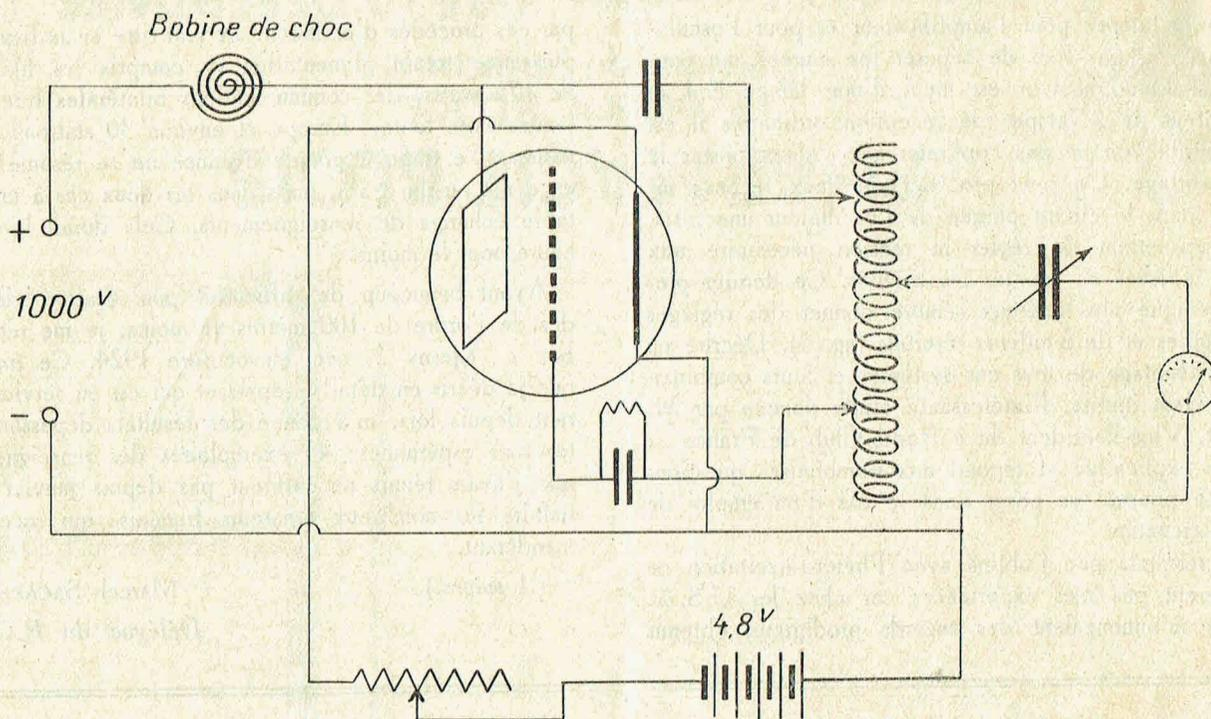

Fig. 4. — Réglage de l'oscillateur.
**Cas du circuit Coolpit.** — Le générateur étant prêt à fonctionner, amorcer les oscillations en retouchant aux valeurs de self et de capacité, entretenir ces oscillations sur une longueur d'onde voisine de celle que l'on se propose d'utiliser, mesurer si possible l'intensité dans le circuit oscillant (fig. 4) et atteindre le maximum pour